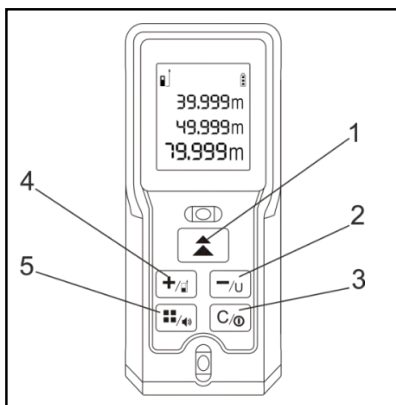

Рис. 1 Дальномер
По умолчанию измерения ведутся от задней кромки устройства. Для изменения точки начала измерений нажимайте кнопку №4 (Рис. 1).
Для удаления с экрана отображаемого измерения нажмите кнопку №3 (Рис. 1).
По умолчанию измерения ведутся в метрах. Вы можете изменить единицы измерения путем длительного нажатия на кнопку №2 (Рис. 1).
3. Включите устройство, нажав на кнопку №1 (Рис. 1).
При включенном устройстве нажмите кнопку №1 (Рис.1) для проведения измерения расстояния до точки. Измеренное расстояние отобразится на дисплее.
Нажмите и удерживайте кнопку №1 (Рис. 1), для включения режима непрерывного измерения. Повторно
Нажмите кнопку №5 (Рис.1) для изменения режима вычисления. Выберите нужный режим исходя из пиктограммы на дисплее.
1) Результаты измерений сохраняются автоматически. Для просмотра сохраненных измерений нажмите и удерживайте кнопку №5 (Рис. 1) до появления соответствующей пиктограммы на дисплее.